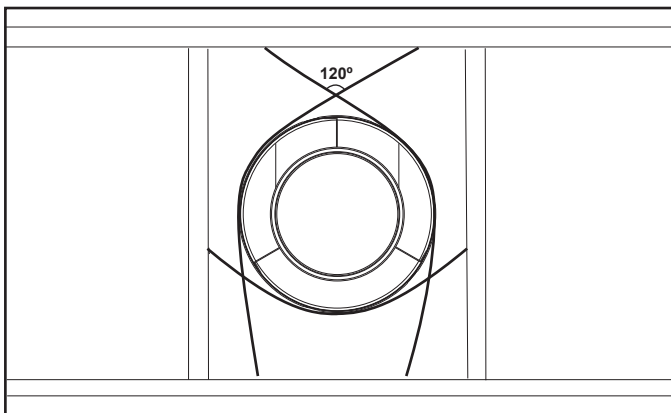

Figure 7.8 Fixation des sections verticales du conduit
- Des supports de conduit ou une bande de suspension (espacés de 120°) peut être utilisé à cette fin. Voir les figures 7.8 et 7.9.